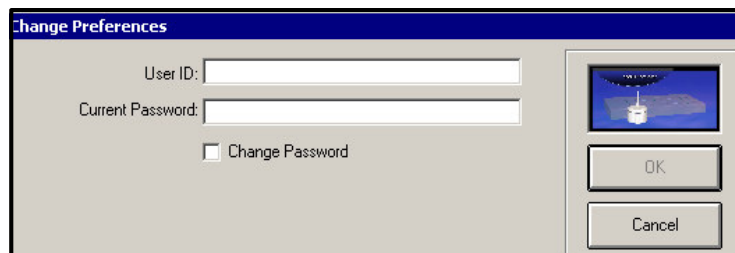

Figure 23: 参数修改对话框
1. 在 Kaye ValProbe 主菜单中, 点击 **Preferences** 标签。参数修改对话框出现, (如 Figure 23 所示)